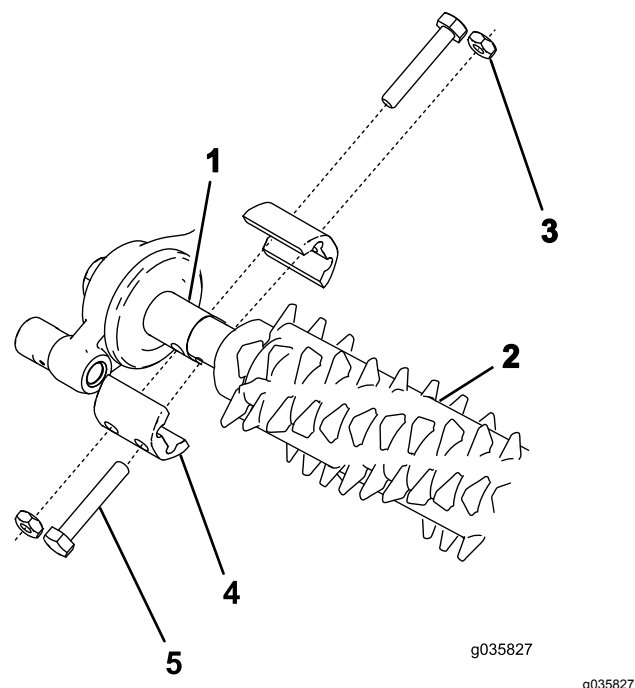

Figura 14
trasmissione del groomer e del gruppo tendicinghia (Figura 14).
3. Fissate il groomer alla macchina come illustrato nella Figura 14, utilizzando 4 bulloni (1/4" x 1 1/2"), 4 controdadi e 4 serratubi dell'albero.